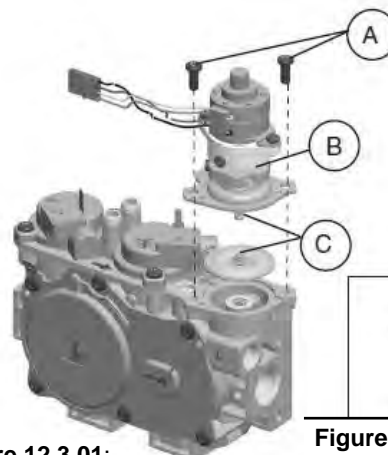

Figure 12.3.01:
- Ensemble de régulateur de pression (E)
- Deux (2) vis (F)
- Étiquette d'identification (G)
2. Voir **Figure 12.3.01**. Avec un tournevis Torx T20 ou pour écrou à fente, retirez et jetez les deux (2) vis de fixation (A) du régulateur de pression, la tour du régulateur de pression (B) et l'ensemble ressort-diaphragme (C) (si applicable).